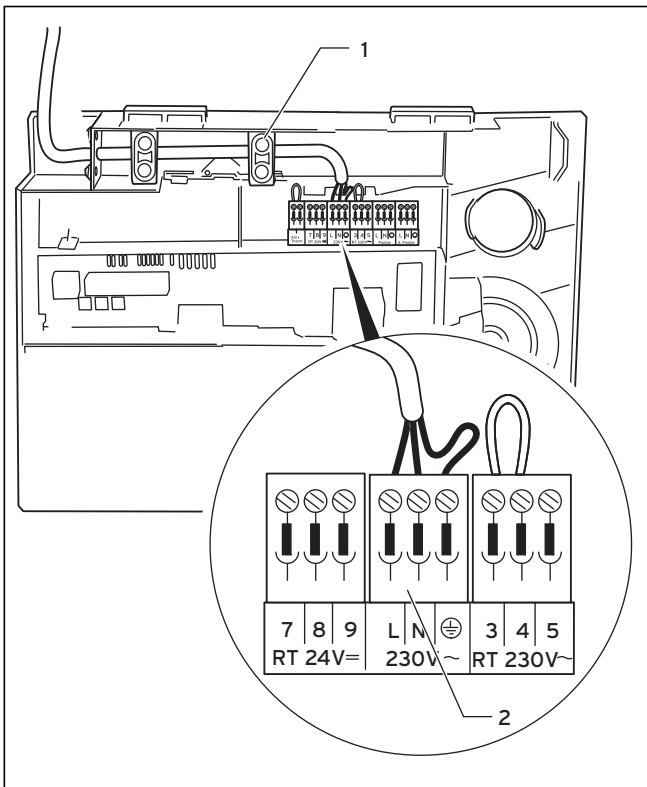

Abb. 5.10 Anschluss der Netzanschlussleitung
- Verlegen Sie die Netzanschlussleitung im Schaltkasten wie in Abbildung 5.10 gezeigt.
- Sichern Sie die Leitung mit der Zugentlastung (1).
- Klemmen Sie die Netzanschlussleitung an den dafür vorgesehenen Klemmen (2).
- Verlegen Sie die erforderlichen Leitungen zur Anschlussebene im Schaltkasten wie in Abbildung 5.10 gezeigt.
- Sichern Sie die Leitungen mit den Zugentlastungen (1).